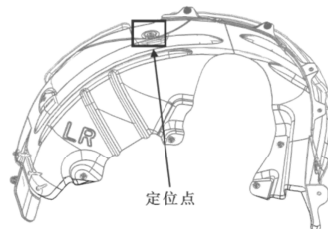

图 4-2-2 后轮挡泥板安装示意图
- (1) 安装顺序按照下图 4-2-2 所示要求执行，先安装点图示位置定位点，然后其余孔依次用子母扣、塑料螺母及螺钉打紧即可（可参考拆卸步骤）；